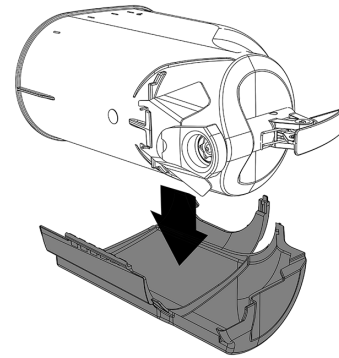
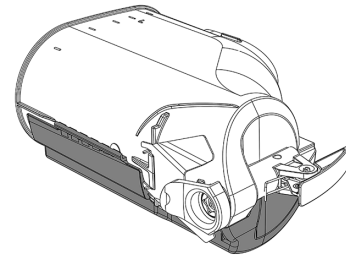

figure 2
figure 3
- 1 Poser la partie droite du couvercle enveloppant sur un plan. Placer le récipient à l'intérieur. (voir figure 2)(voir figure 3).